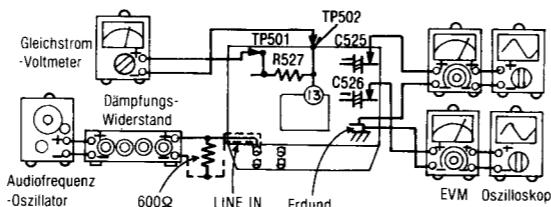

Abb. 13
- Der Testaufbau ist in Abb. 13 gezeigt.
- Eine Normalband-Cassette einlegen und den Rauschunterdrückungs-Schalter (NR) auf "dbx" einstellen.